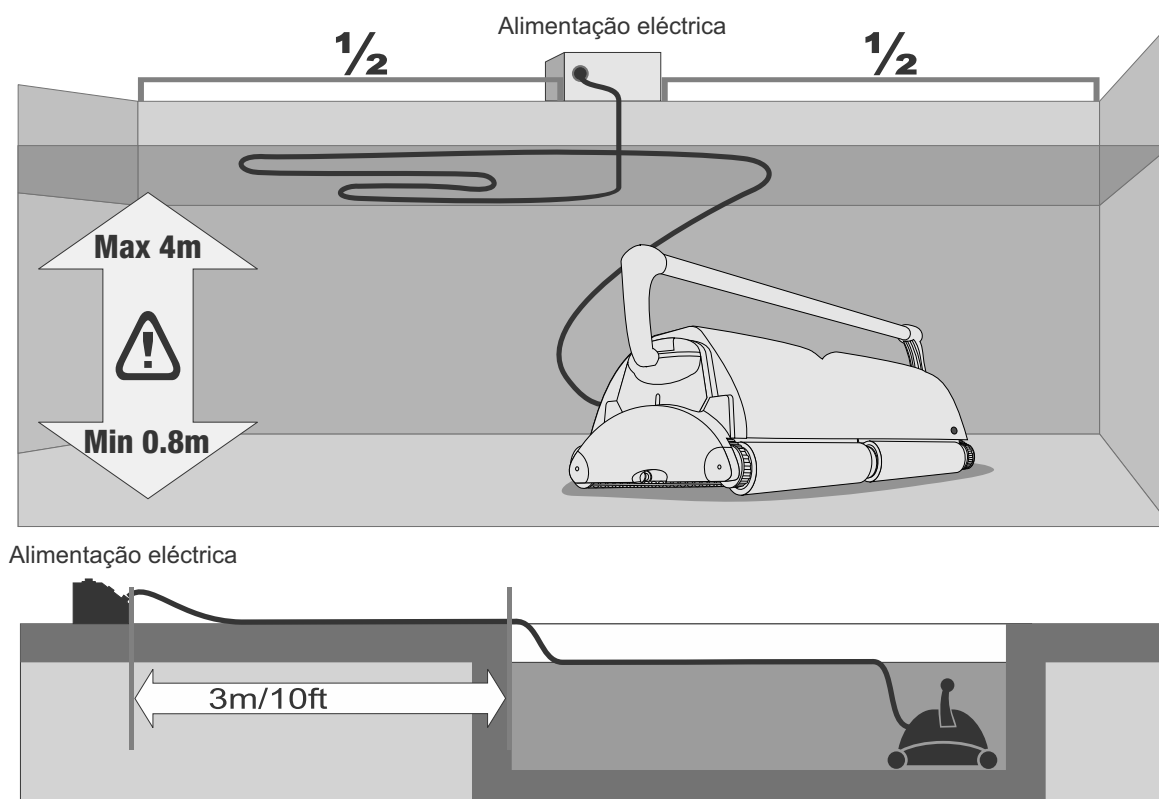

Fig. 1
A fonte de alimentação deve ser colocada em qualquer zona protegida, a uma distância mínima de 3 metros da piscina. A fonte de alimentação não deve ser exposta à chuva nem colocada em charcos de água. Se for possível, coloque a fonte de alimentação num ponto equidistante das extremidades da piscina (fig. 1). Assim, o cabo e o aparelho poderão alcançar qualquer esquina da piscina. A fonte de alimentação fornecida está configurada para UMA das seguintes voltagens: a) 115 V ou b) 230 V.
- 4) Desenrole o cabo flutuante completamente e estenda-o sobre a superfície de água da piscina do modo mais uniforme possível. Certifique-se de que o cabo não se torce nem se dobra. (fig. 1)